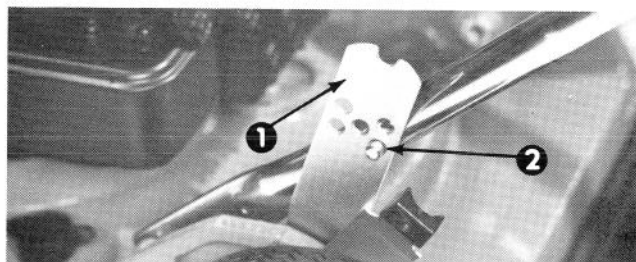
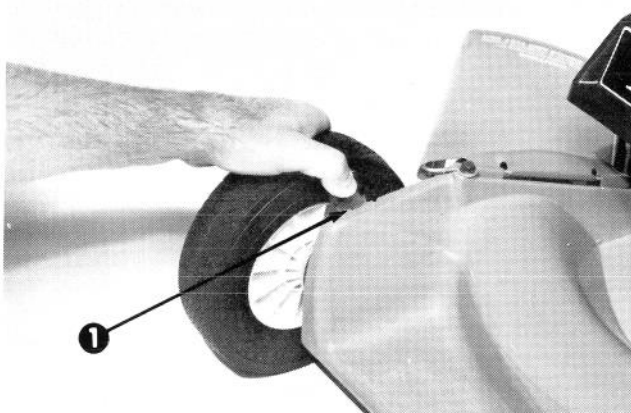

Figure 2
Figure 3
2. Déplacez le guidon complet et les bras de verrouillage vers l'arrière et introduisez les chevilles sur le côté extérieur de la section inférieure du guidon dans le trou du bas arrière dans les bras de verrouillage du guidon (Fig. 2).
3. Réglez toutes les roues à 2 pouces de hauteur, position du milieu (Fig. 3); voir Réglage de la hauteur de tonte, page 8. Placez-vous derrière le guidon et vérifiez sa hauteur. Si vous désirez qu'il soit plus haut ou plus bas, glissez les chevilles dans l'un des autres trous dans les bras de verrouillage (Fig. 2).